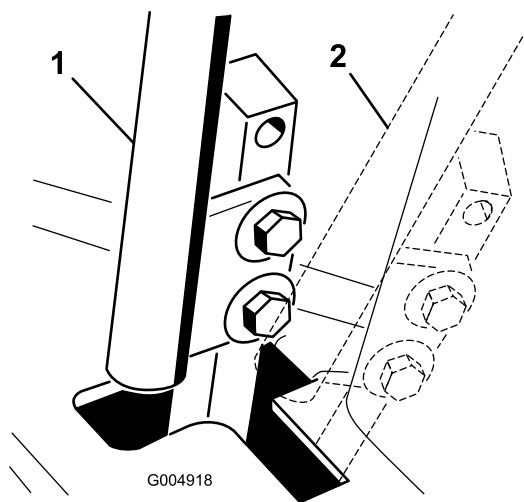

Figure 89
4. Placez le levier de commande au POINT MORT, **sans le verrouiller (Figure 89)**.
6. Vérifiez la position du levier par rapport au cran de la console (Figure 89).